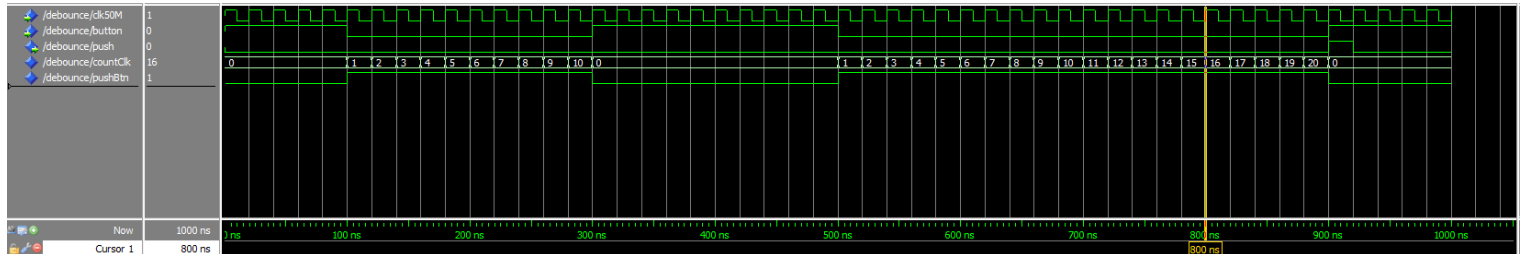

Abbildung 10: Simulation eine Debounce von 250ns
2. Ergebnis (Siehe Abbildung 10)